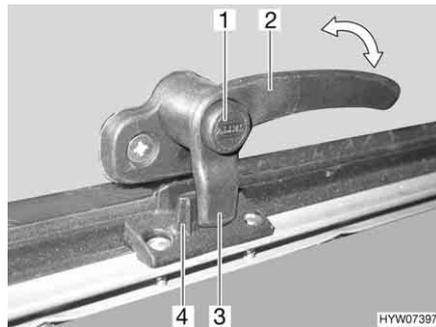
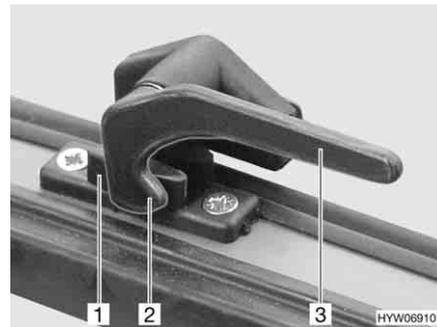

Bild 107 Verriegelungshebel mit Sicherungsknopf in Stellung "geschlossen"
Bild 108 Verriegelungshebel in Stellung "geschlossen"
- Wenn vorhanden, Sicherungsknopf (Bild 107,1) drücken und gedrückt halten.
- Den Verriegelungshebel (Bild 107,2 oder Bild 108,3) eine viertel Umdrehung zur Fenstermitte hin drehen.
- Den Verriegelungshebel (Bild 107,2 oder Bild 108,3) eine viertel Umdrehung zum Fensterrahmen hin drehen. Die Verriegelungsnase (Bild 107,3 oder Bild 108,2) am Verriegelungshebel liegt komplett auf der Innenseite der Fensterverriegelung (Bild 107,4 oder Bild 108,1).
- in Stellung "fest verschlossen" (Bild 107 und Bild 108)